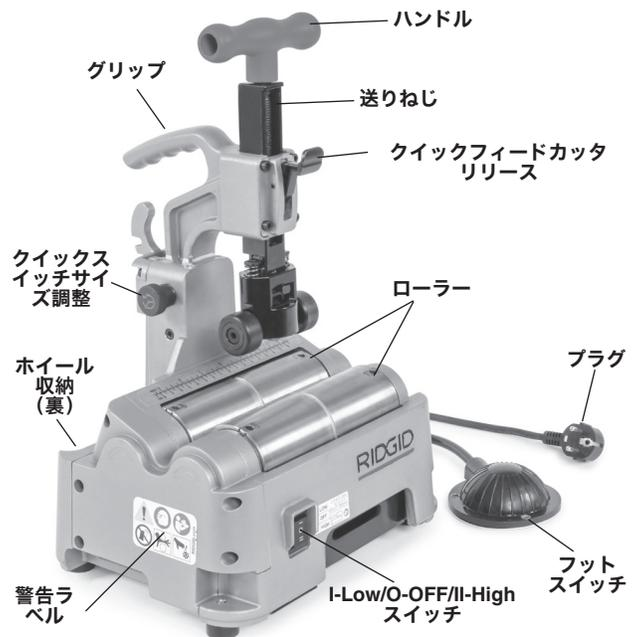

図 1 - RIDGID® PC116/PTC-400 パワーチューブカッタ
- 警告ラベルが貼付されており、判読可能か（読み取れない部分がないかの確認）（図1 参照）。